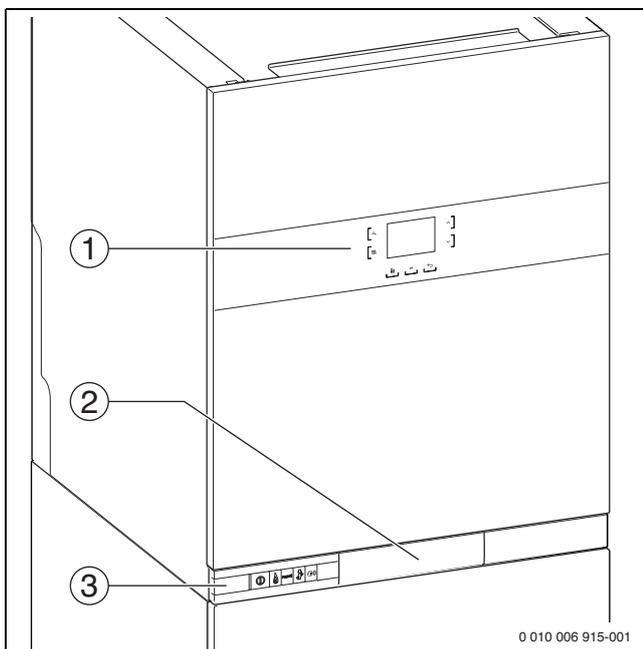

Bild 190 Übersicht der Bedienelemente
- ▶ Gerät am Ein/Aus-Schalter (→ Bild 190) einschalten.